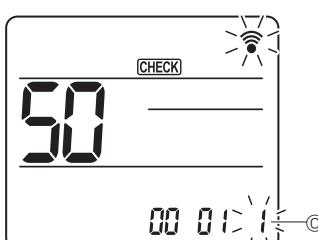

Fig. 6-19
④ Selecionar o número de definição
- Utilize o botão **\downarrow** para alterar o número de definição **Ⓒ**. (Fig. 6-19)
⑤ Para selecionar várias funções continuamente